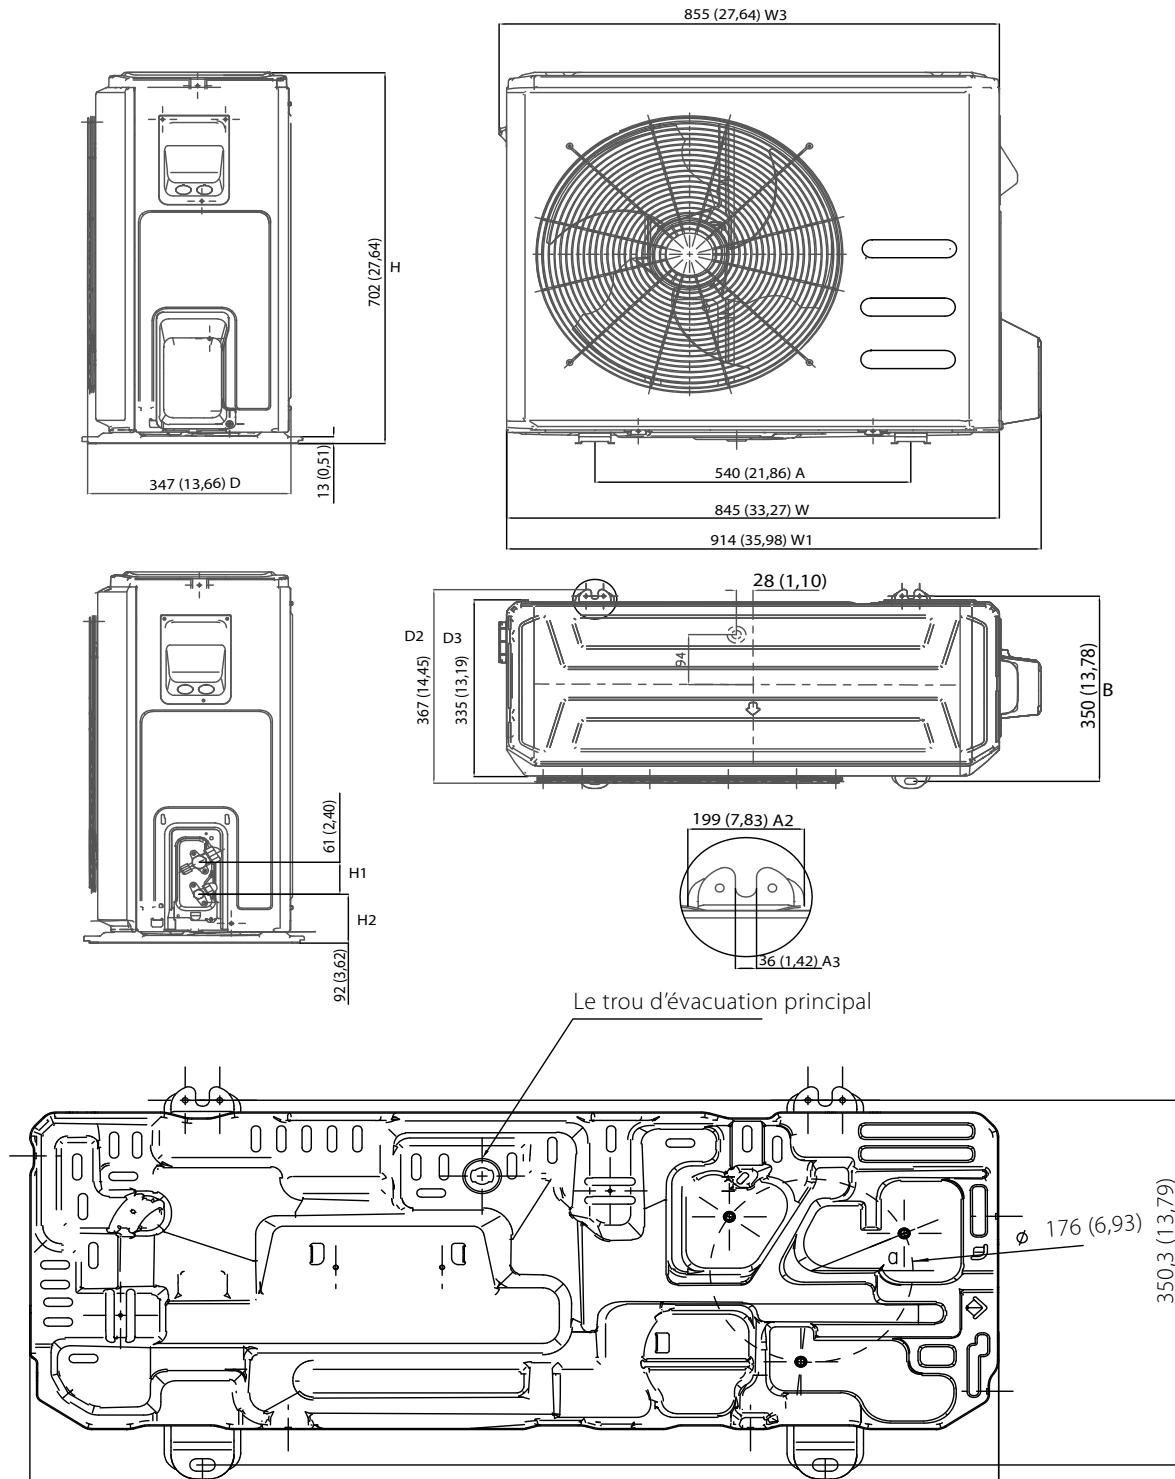

Fig. 3 – Capacités 9 000 et 12 000
Laissez suffisamment d'espace pour permettre la circulation d'air et l'entretien de l'appareil. Voir fig. 3 pour connaître les distances minimales requises entre l'appareil et les murs ou les plafonds.
- Emplacement qui fournit les dégagements appropriés (voir fig. 3).